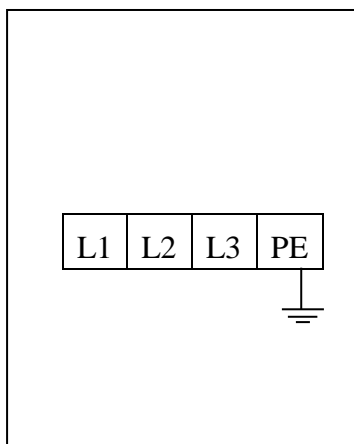

Рис. 25
- Подключение силового провода: подключить трехфазный четырехжильный силовой провод 400В ( $3 \times 2,5\text{мм}^2 + 1 \times 1,5\text{мм}^2$ ) к шкафу управления L1, L2, L3, N и контактам ввода; подключить провод заземления PE к выводу с символом заземления (рис. 25), вывод с символом заземления находится на нижней части обеих платформ.